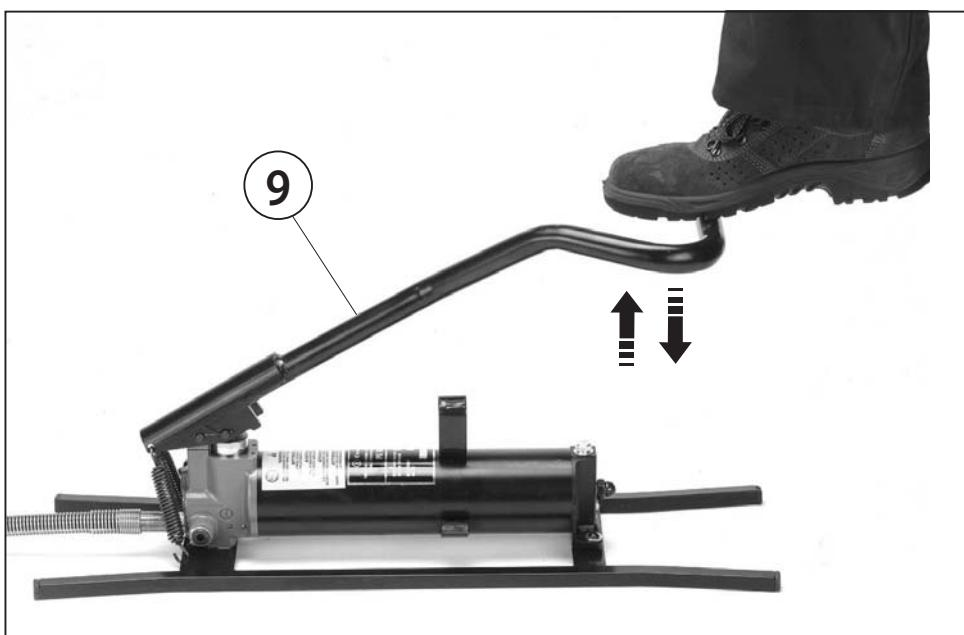

**FIG. 2 SELF-LOCK QUICK COUPLER - RACCORD RAPIDE PUSH-PULL
- Innesto: la pompa è fornita completa di tubo flessibile per alta pressione provvisto di innesto rapido femmina con bloccaggio automatico e può essere connessa a teste oleodinamiche per compressione, taglio ecc. di costruzione **Cembre** (vedi Fig. 2).
- Allacciare la testa oleodinamica al tubo flessibile mediante l'innesto rapido (vedi Fig. 2).